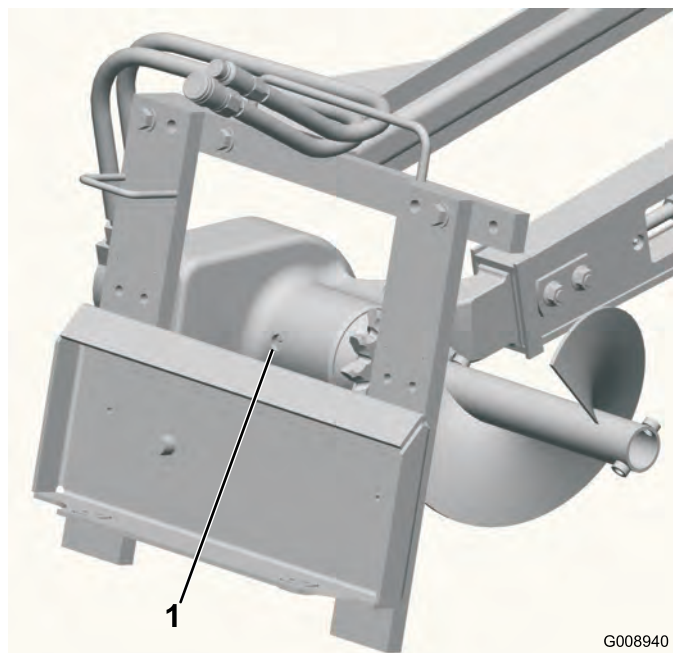

Figura 6
3. Limpie la zona alrededor del tapón del orificio de llenado de la caja de engranajes (Figura 6).
4. Retire el tapón del orificio de llenado de la caja de engranajes (Figura 6).